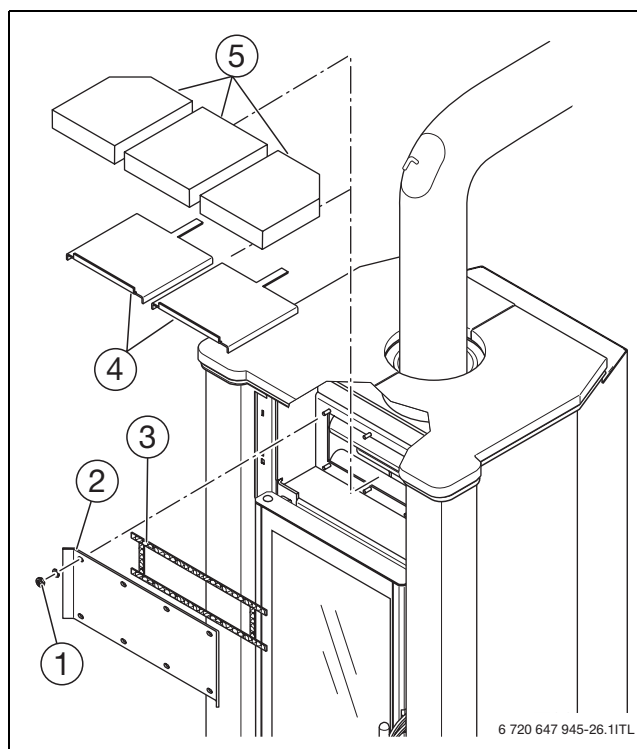

Bild 18 Prallsteine herausnehmen
- Umlenkstein, Prallsteine und Abgasumlenkbleche nach dem Reinigen wieder einlegen. Hierbei die Abgasumlenkbleche nach vorne schieben und die Prallsteine nach hinten schieben (→ Bild 18).